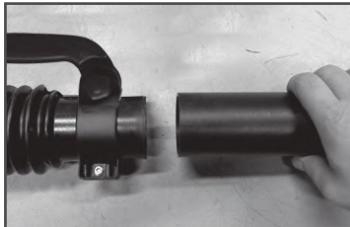

Рис. 6 Установка трубы напорной
- Вставьте трубу напорную гладким концом в гибкую трубу на глубину гладкого участка гибкой трубы (Рис. 6).